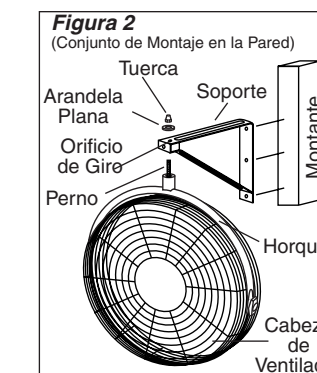
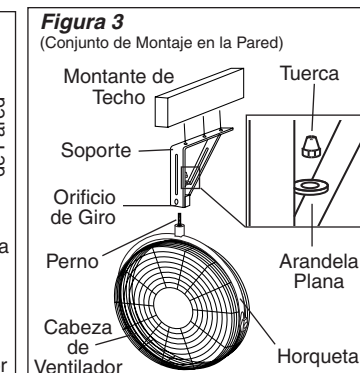

Figura 2
Figura 3
2. Localice el montante de pared o techo más cercano a la ubicación deseada para el Ventilador. Siguiendo el diagrama de montaje apropiado, una la Mensula al montante, usando tres (3) Tornillos de Retraso de 5/16" de diámetro x 2" de longitud (no proporcionados) o Pernos y Tuercas de tamaño apropiado si se lo monta a vigas "1". **Conjunto de Montaje en la Pared (Figura 2) Conjunto de Montaje en el Techo (Figura 3)**
3. Inserte el Perno a través de la Horqueta, Soporte, Orificio de Giro, Arandela Plana, y dentro de la Tuerca. (Figura 2) o (Figura 3)